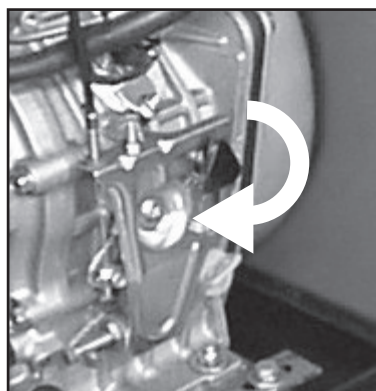

Fig.4
- 1) Træk acceleratorhåndtaget, placeret på motoren (se fig. 4), nedad, (max. omdrejningshastighed).